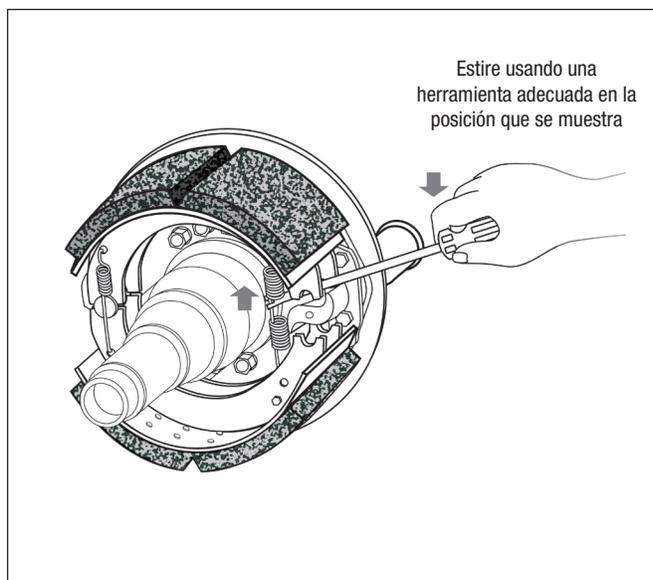

Figura 14 – Desmontaje de la zapata Bendix® ES™-165-07D, L
**NOTA:** Para quitar el muelle de retorno, coloque una palanca o herramienta adecuada, con una muesca, para enganchar la varilla del muelle. Consulte la figura 14. Aplique una fuerza hacia abajo para estirar el muelle, permitiendo la extracción del gancho de muelle superior. Retire y deseche el muelle.
**NOTA:** Bendix® ES™-150-06D/ES-165-05D, L, X/ ES-165-06D, L, X/ES-165-07D, L, X, Z/ES-165-08Z: los frenos del eje de dirección pueden usar dos muelles de retorno con una collera o un poste de muelle doble. Para quitar los muelles de retorno, coloque una palanca o herramienta adecuada, con una muesca, para enganchar el muelle. Consulte la figura 14. Aplique una fuerza hacia abajo para estirar el muelle superior, permitiendo la extracción del gancho de muelle superior. Retire y deseche. Repita el procedimiento para el muelle inferior.